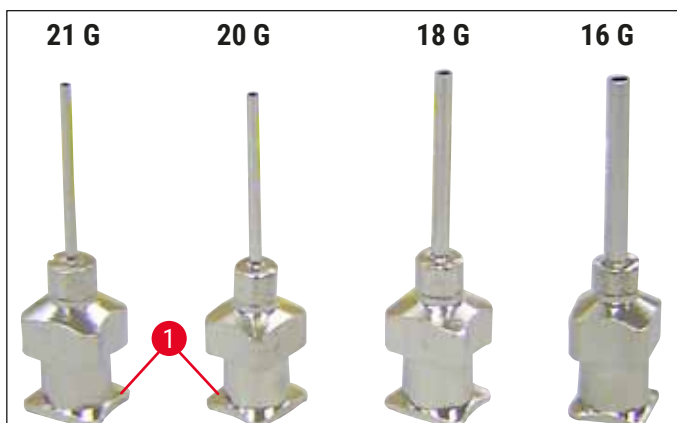

Fig. 14
- Selecione a agulha do distribuidor a ser usada para a aplicação de lamínula a partir do escopo de entrega (→ Fig. 14).